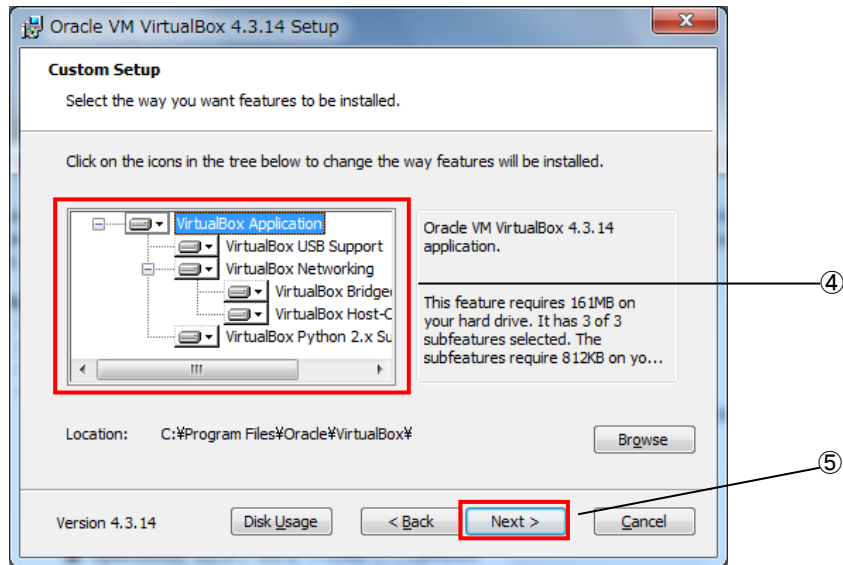

図 3-2-3-3. カスタムセットアップ画面
- ⑥ 図 3-2-3-4 のインストールオプション設定画面に切り替わります。インストールオプションを設定できます。[Next>] をクリックします。